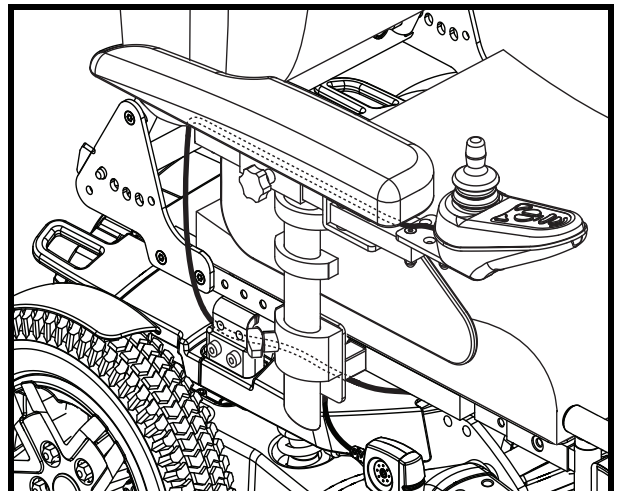

Figura 20. Percorso del cavo
7. Portare il cavo della centralina davanti alla base di alimentazione e ricollegare la centralina. **Vedere figura 20.**